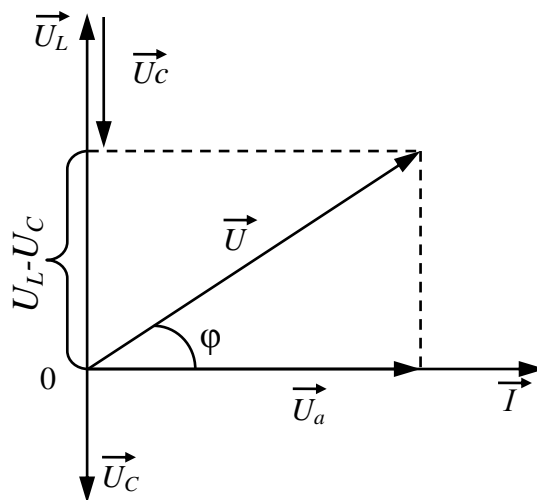

Рис. 15
1) за початковий вектор приймаємо вектор сили струму, оскільки струм є однаковою величиною для всіх ділянок кола. Будуємо цей вектор в масштабі спрямованим на цифру 3 умовного циферблату годиннику(рис. 15);